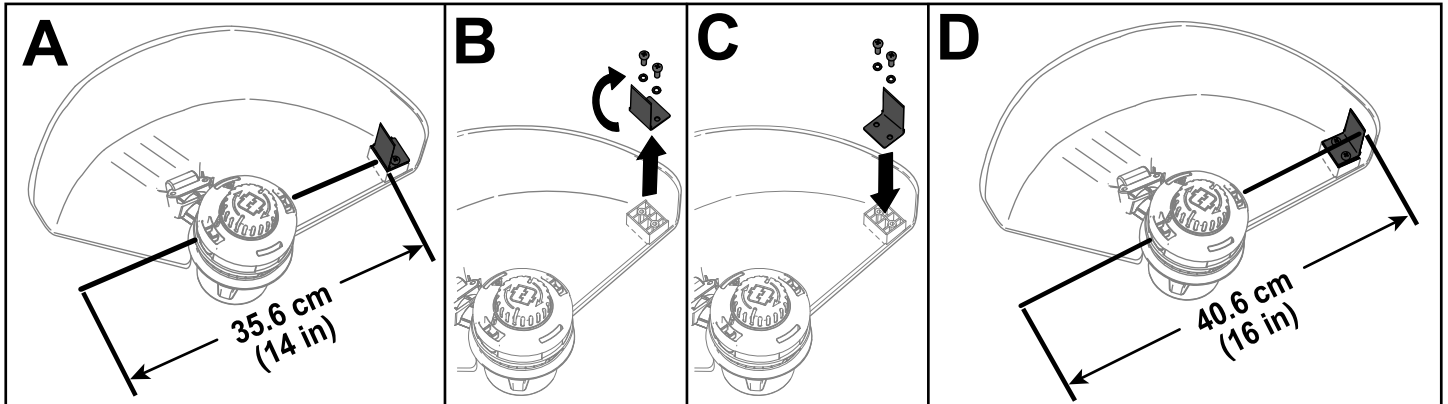

Bild 10
Der Freischneider ist werkseitig auf eine Mähswade von 36,6 cm voreingestellt, siehe A in Bild 10. Im Folgenden wird die Einstellung der Mähswade auf 40,6 cm erläutert, siehe D in Bild 10.
1. Entfernen Sie das Schwadblech aus der Unterseite der Schutzvorrichtung, indem Sie die 2 Befestigungsschrauben mit dem mitgelieferten Inbusschlüssel lösen (B in Bild 10). Drehen Sie das Schwadblech dann um 180°.
2. Sobald Sie das Schwadblech gedreht haben, installieren Sie es mit den 2 vorher entfernten Schrauben in der Schutzvorrichtung (C in Bild 10).